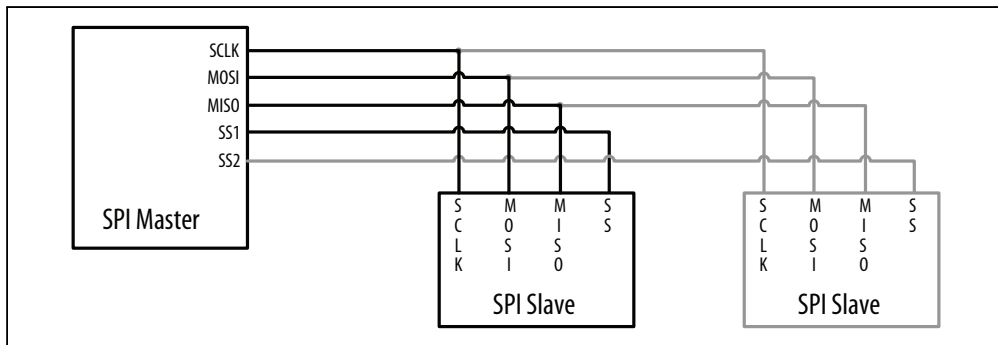

Abbildung 13-4: Signalanschlüsse für SPI-Master und -Slaves
Jüngere Arduino-Releases (seit Release 0019) enthalten eine Bibliothek, die die Kommunikation mit SPI-Geräten erlaubt. SPI besitzt separate Eingangs- (»MOSI«) und Ausgangsleitungen (»MISO«) sowie einen Taktanschluss (Clock). Diese drei Leitungen werden mit den entsprechenden Anschlüssen von ein oder mehr Slaves verbunden. Slaves werden über ein Signal an der Slave-Select-Leitung (SS) identifiziert. Abbildung 13-4 zeigt die Verschaltung bei SPI.